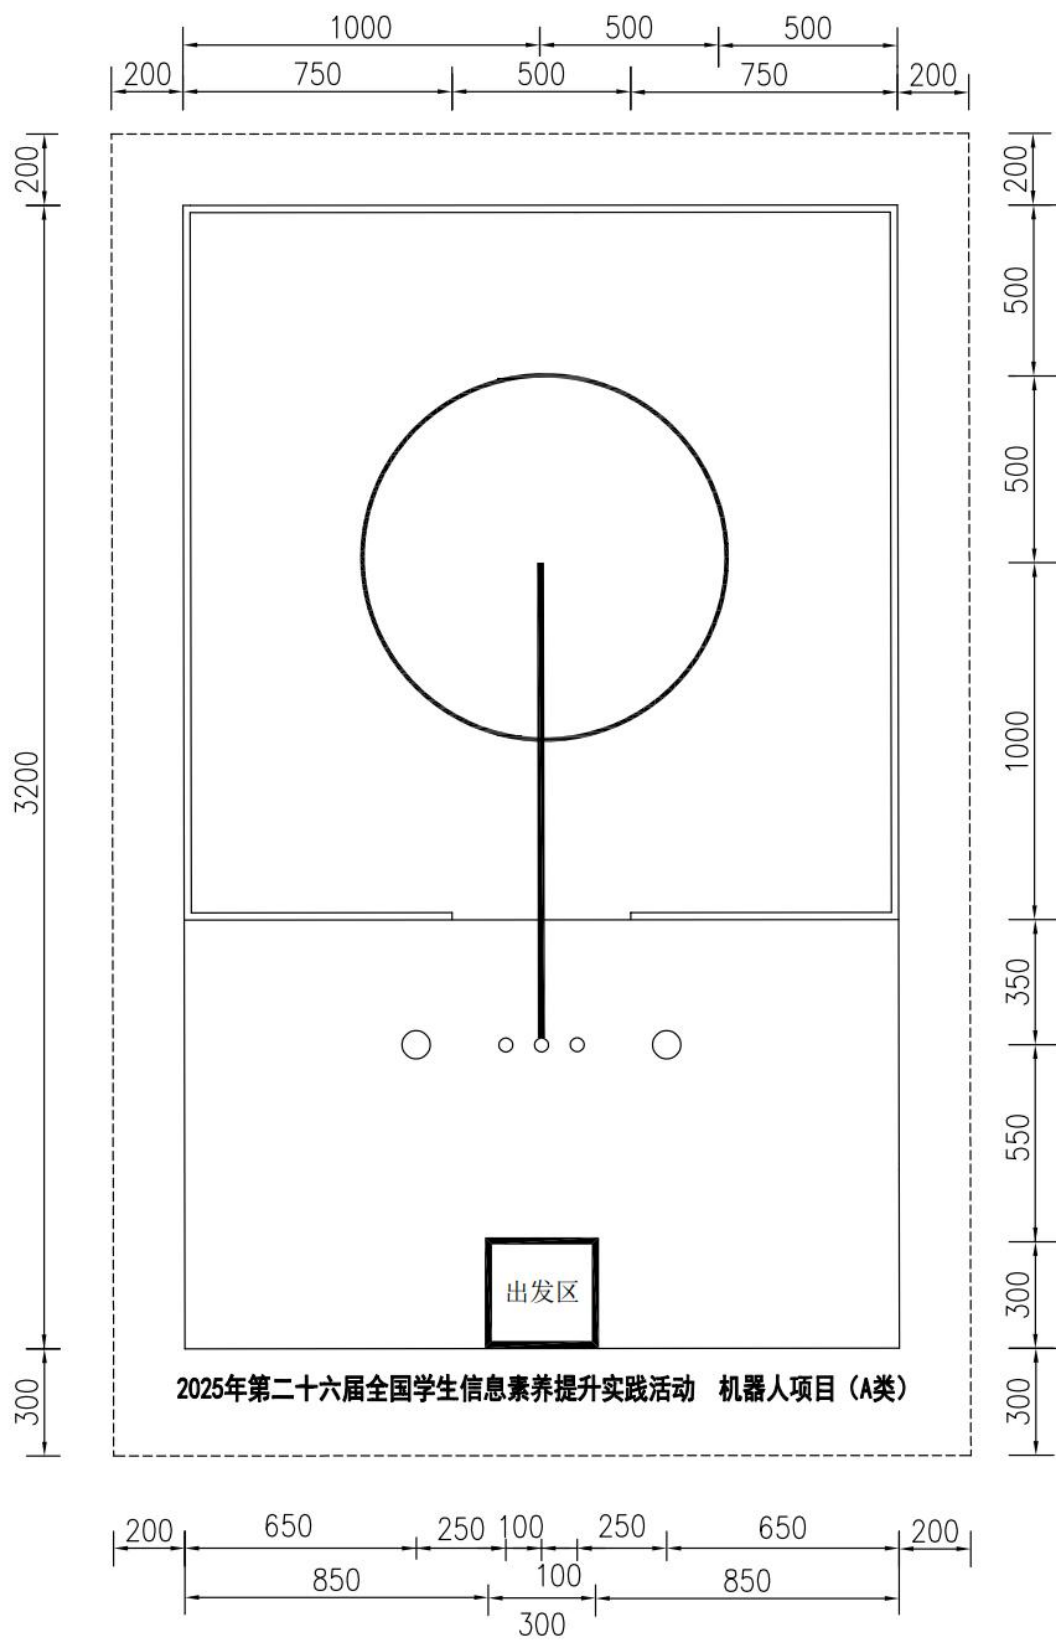

图1 场地俯视示意图
1.1 展示场地为大小约 $3200\text{mm} \times 2000\text{mm}$ 的喷绘地图（以现场提供为准），圆与线段均为黑色且宽度约为 20mm ，如图1所示。